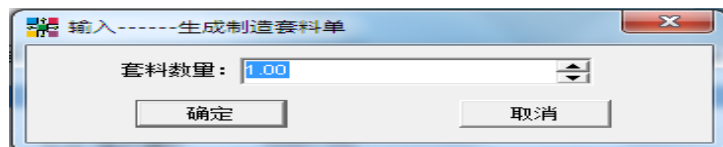

图 16
2. 当对需发料的材料进行选择时（可通过“功能/全选”将材料全部选中），系统会出现如图 16 的输入框，需要输入发料的套数】